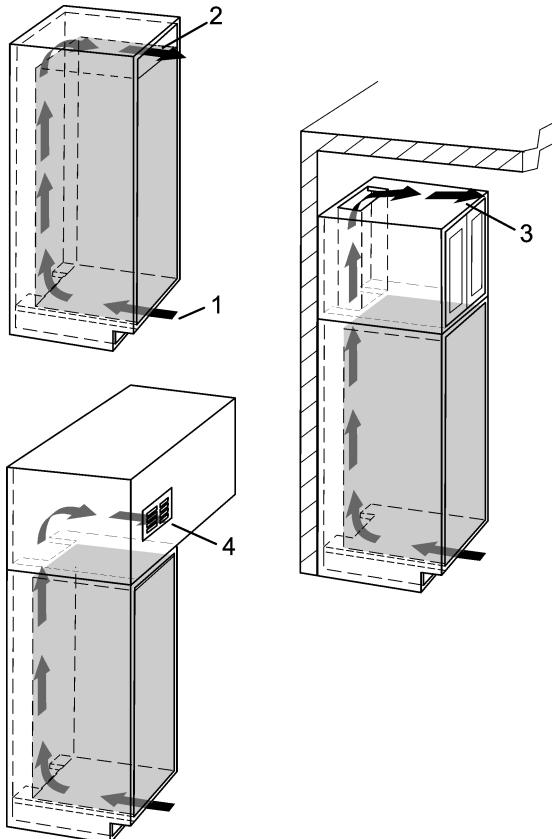

Fig. 4
- Prévoir une section d'aération efficace d'au moins 31 pouces² (200 cm²) sur l'entrée Fig. 4 (1) et la sortie d'air Fig. 4 (2).
- La section supérieure d'aération peut soit parvenir directement au dessus de l'appareil Fig. 4 (2), au dessus d'un élément de l'armoire Fig. 4 (3) soit sous forme d'une ouverture de plafond intégrée à un faux plafond Fig. 4 (4).